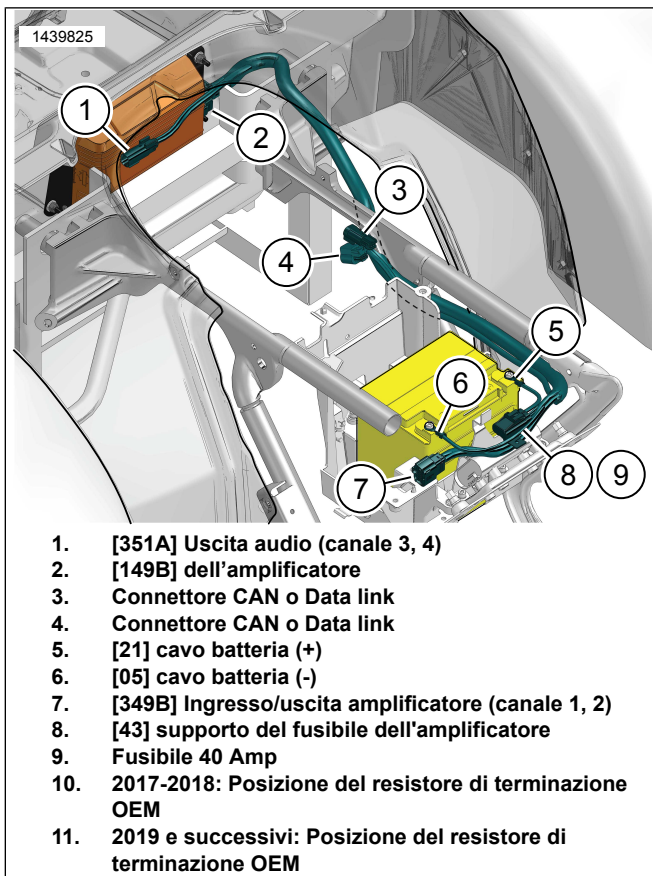

Figura 3. Disposizione del cablaggio dell'amplificatore
1. Vedere la figura 3. Collegare il connettore [149B] all'amplificatore.
- f. Posizionare il [91A] (13) dal cablaggio esterno sopra il [91B]. Fissare con le fascette fermacavi.
- a. Vedere la figura 3. Individuare il connettore del veicolo [319A] e il tappo del resistore di terminazione vicino all'area di copertura laterale destra.
7. Vedere la figura 3. Disporre gli articoli 5-9 davanti alla batteria e verso il coperchio laterale destro.
8. Collegare il cavo negativo della batteria (6).
9. Collegare il cavo positivo della batteria (5).
10. Fissare opportunamente il portafusibili dell'amplificatore (8) con una fascetta.
11. Vedere la figura 3. Disporre il cablaggio con il connettore dell'amplificatore sul lato sinistro del telaio.